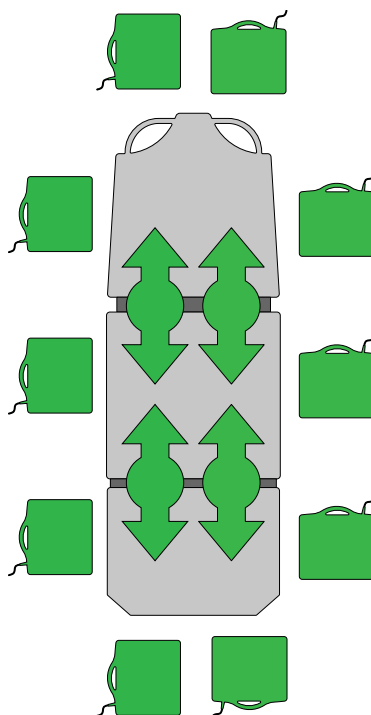

Рисунок 30 – Заправка или извлечение рентгеновских кассет, опция Prime X
1. Поместите пациента в центр изделия, руководствуясь наклейками, указывающими положение, расположенными по всем сторонам изделия (Рисунок 30).